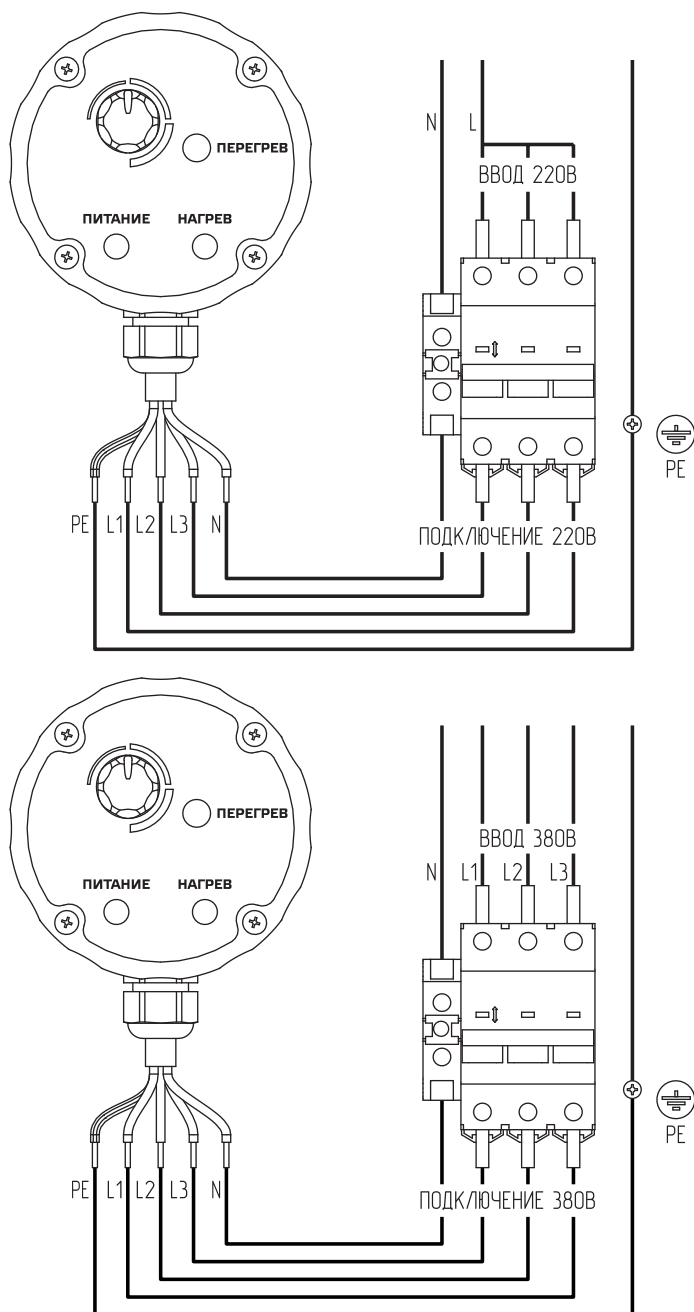

Рис.5 Схема подключения
- Подключите ТЭНБ к электросети в соответствии с **Рис.5**.